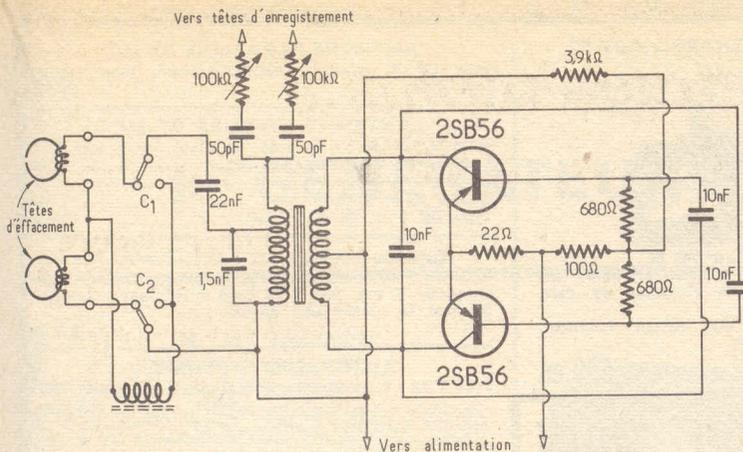

Fig. 3. — Schéma de l'oscillateur, servant à produire le courant de prémagnétisation.
**Oscillateur :** Un circuit à deux transistors, représenté sur la figure 3, produit le signal de prémagnétisation et d'effacement. Les commutateurs Clet C2 servent à mettre hors service les têtes d'effacement. Les points A et B vont vers les têtes d'enregistrement leur communiquant le signal de prémagnétisation.